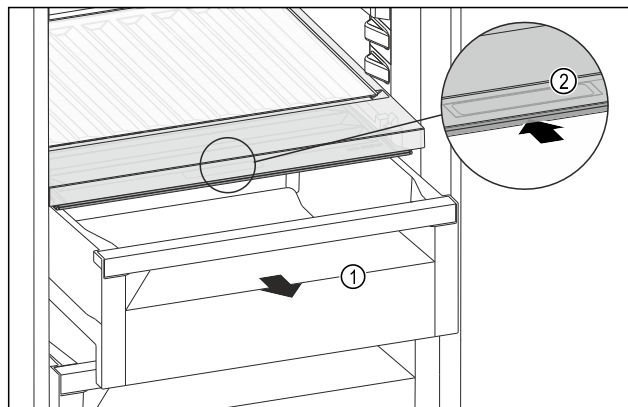

Fig. 187
- ▶ Zásuvku *Fig. 187 (1)* vytáhněte.
- ▶ Uchopte prohlubeň pro rukojeť *Fig. 187 (2)* na víku zásuvky a současně zasuňte víko zásuvky směrem dozadu.